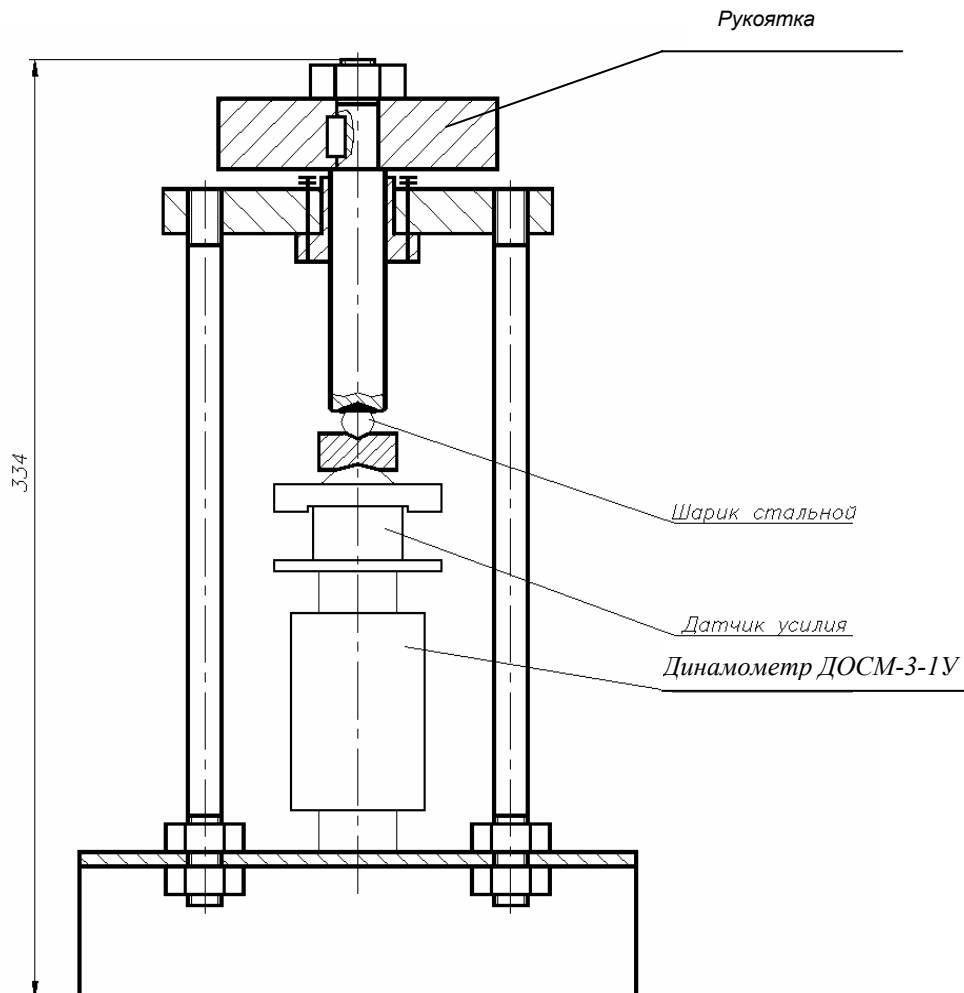

Рисунок 7 - Устройство для проверки стенда при измерении усилия на органе управления
1) установить датчик усилия в силозадающее устройство согласно рис. 7;